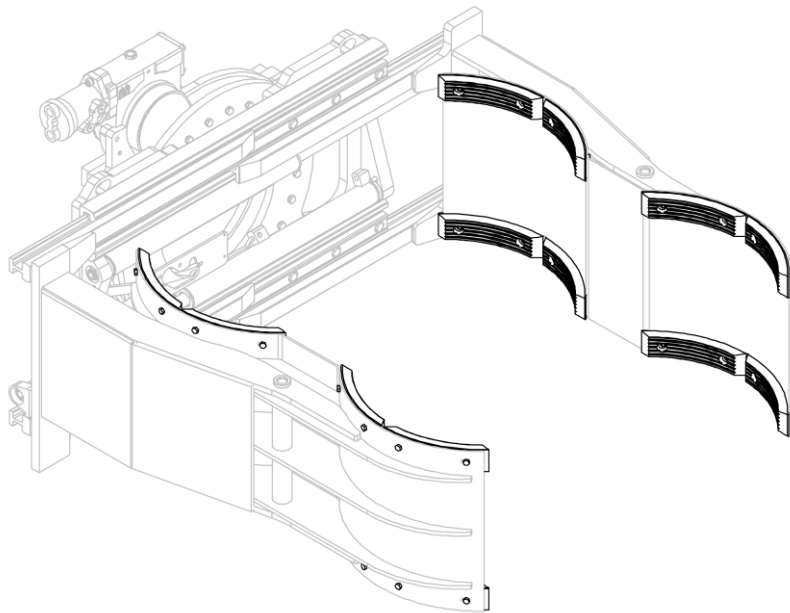
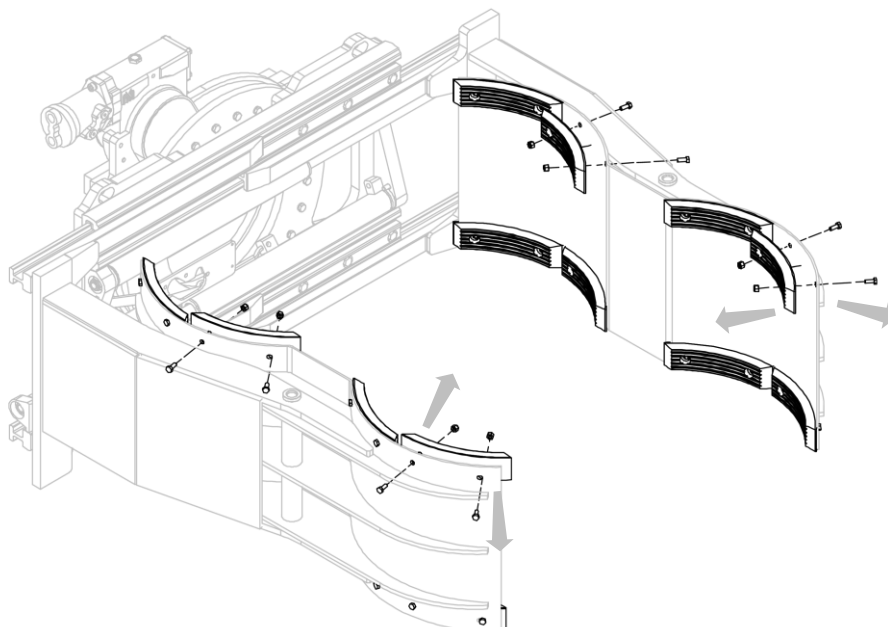

Figura 26
Figura 27
3. Remover las placas en goma quitando los tornillos y tuercas correspondientes (mira *Figura 26* y *Figura 27*).